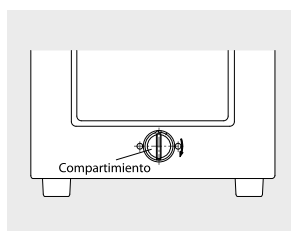

Figura 34
- Gira la tapa hacia la derecha hasta que cierre y ajuste firmemente. (Figura 34)